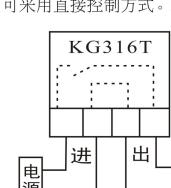

图5
5.9.1 直接控制方式的接线：负载功率不超过本产品的额定控制功率，可采用直接控制方式。KG316T接线方法(如图5)，